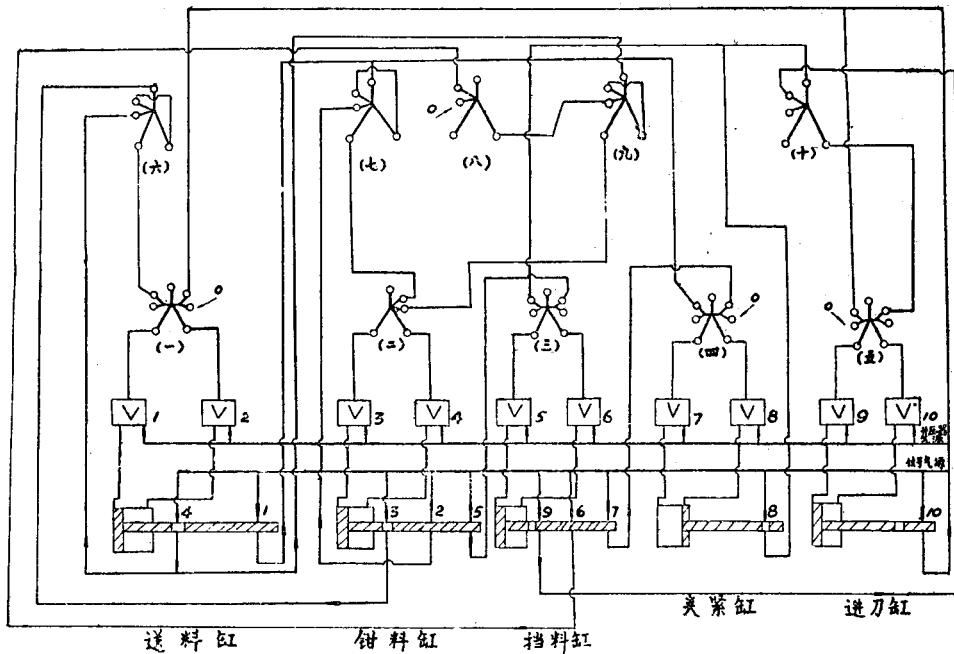

图 4-8
整个控制过程是一个行程程序控制过程。其线路见图 4-8
- (1) 开车前要使所有气缸复位到如图 4-8 所示位置；
- (2) 元件控制孔处有“ $\rightarrow$ ”者，表示要在工作前置零；
- (3) 首先打开信号及元件气源，然后打开升压器气源；
- (4) 升压器气源打开后，因元件(一)左端有输出，经过升1使送料缸送料，并使信号孔①接通，发出信号①。信号①分为两路：一路作为元件(七)的气源，这时元件(七)左端有输出，使元件(二)左端也有输出，经过升3，使钳料缸小进，并使信号孔②通；信号①的另一路作为元件(四)的左端信号，使元件(四)输出切换至右端，通过升8使夹头松